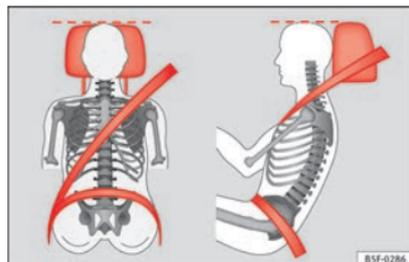

Abb. 77 Richtig eingestellte Kopfstütze von vorne und seitlich betrachtet.
– Stellen Sie die Kopfstützen so ein, dass sich die Oberkante der Kopfstütze möglichst auf einer Linie mit dem oberen Teil des Kopfes, jedoch nicht niedriger als Augenhöhe befindet »» **Abb. 77.**